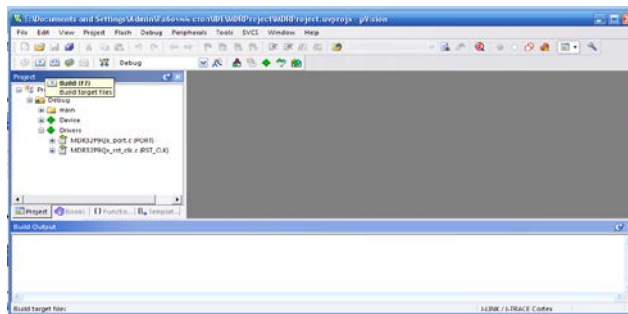

Рисунок 1.7 – Построение первого проекта.
4.2 В появившемся окне Keil uVision нажать на кнопку «**Build**» или воспользоваться горячей клавишей «F7» – Рисунок 1.7.